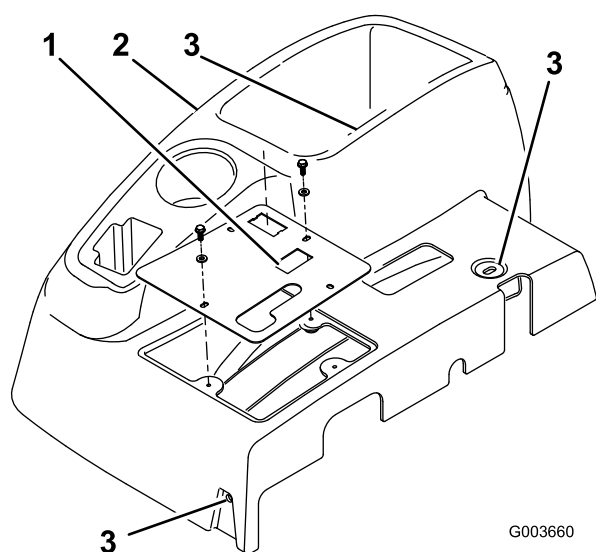

Figure 1
3. Retirez les 4 rondelles et boulons qui fixent le panneau de commande à la console (Figure 1). Débranchez le câble du compteur horaire. Enlevez le panneau de commande (Fig. 1).
4. Retirez les 3 boulons qui fixent la console au châssis (Figure 1). Enlevez la console en soulevant